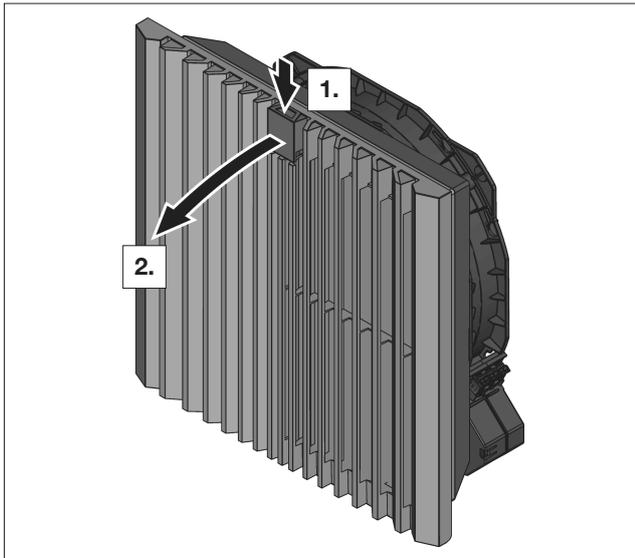

図22: プラスチックルーバーのロック解除
- プラスチックルーバーを解錠するには、機能ロゴ(口ゴ付きノブ)を上から押してください(図22を参照)。